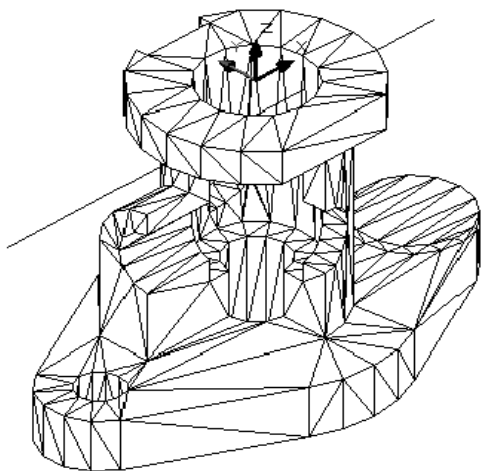

图 7-96
(42)单击【绘图】下拉菜单中的【实体】子菜单中的【拉伸】选项。将上边创建好的面域向上拉伸“8”个单位。如图 7-96 所示：